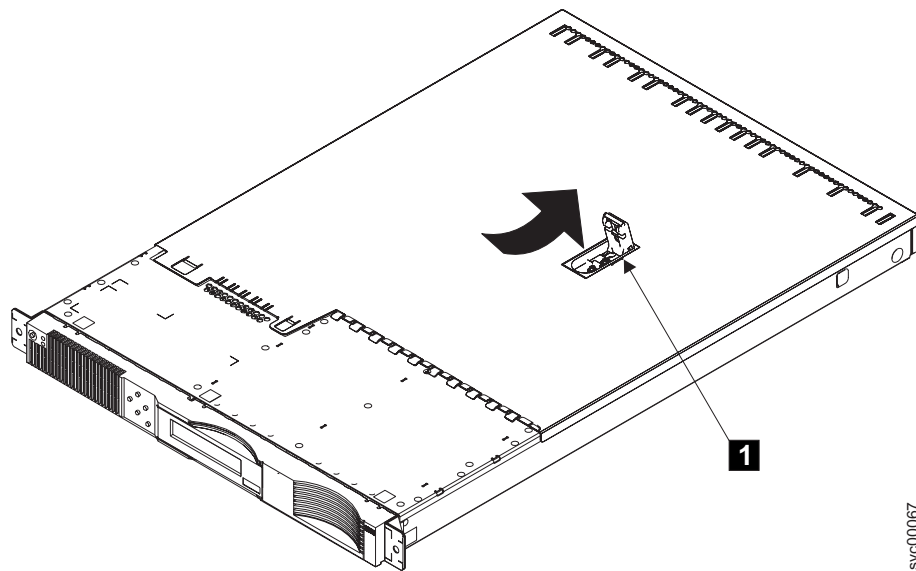

図 135. ファン・ドアを開いた状態の SAN ボリューム・コントローラー 2145-4F2
1. 図 135に示すように、レバー **1** が完全に持ち上げられていることを確認します。